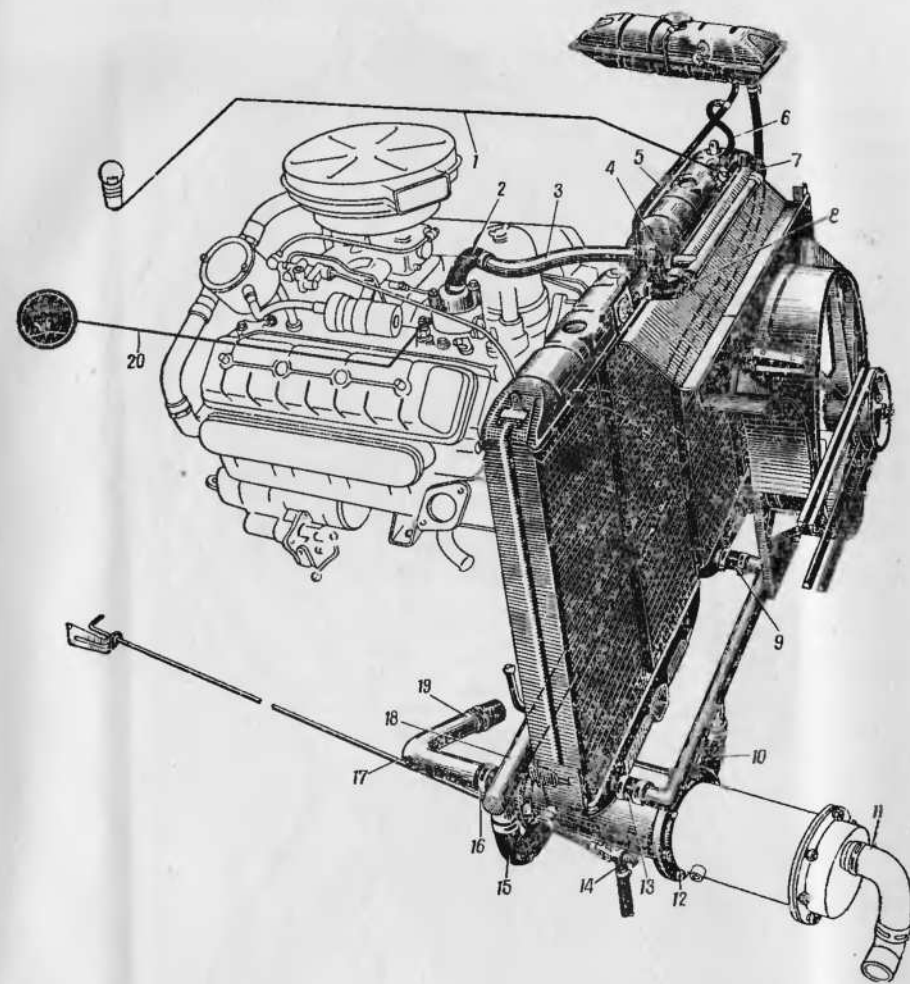

Рис. 41. Установка узлов системы охлаждения двигателя:
3. Ослабить и снять стяжной хомут и отсоединить шланг 5 (рис. 41) паропроводной трубки от патрубка верхнего бачка левого водяного радиатора.
11. Вывернуть гайку 31 и отсоединить трубку 32 от теплообменника 30, ослабить и снять хомут и отсоединить шланг 13 (рис. 41) от патрубка левого радиатора.
4. Присоединить шланг 13 (рис. 41) к патрубку нижнего бачка левого водяного радиатора и закрепить его стяжным хомутом.
10. Присоединить шланг 8 (рис. 41) к патрубку верхнего бачка радиатора и закрепить его стяжным хомутом.
2. Ослабить и снять стяжной хомут и отсоединить шланг 6 (рис. 41) паротводящей трубки от патрубка верхнего бачка правого водяного радиатора.
7. Ослабить и снять хомут и отсоединить шланг 9 (рис. 41) от патрубка правого радиатора.
5. Присоединить шланг 9 (рис. 41) к патрубку нижнего бачка правого водяного радиатора и закрепить его стяжным хомутом.
9. Присоединить электропровод 1 (рис. 41) к датчику контрольной лампочки температуры охлаждающей жидкости и закрепить его гайкой.